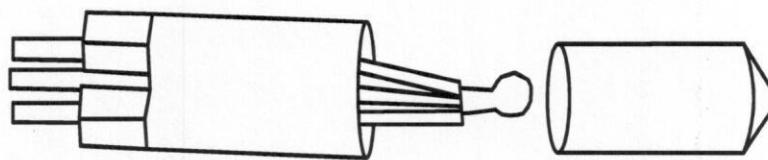

Рис. 10.
7.5. Для выполнения изоляции тщательно обмазать разогретым kleем-расплавом кабельное соединение так, чтобы не выступали металлические поверхности (рис.10).